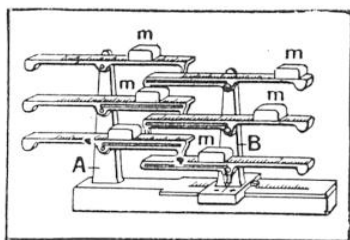

FIG. 1. —
Voici d'abord (fig. 1) une curieuse *balance d'équations* de Grant. Le modèle représenté est destiné à résoudre les équations du cinquième degré et au-dessous (1) ; il comporte six fléaux horizontaux égaux portés par deux montants verticaux *A* et *B*, dont le premier est fixe, tandis que le second peut être avancé ou reculé le long d'une graduation horizontale fixe.